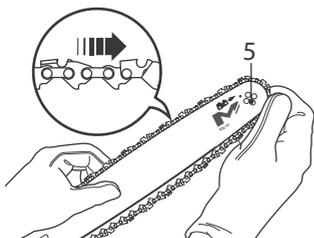

Fig. 5
- > Enfalez la chaîne dans la rainure autour du guide-chaîne (Fig. 5).